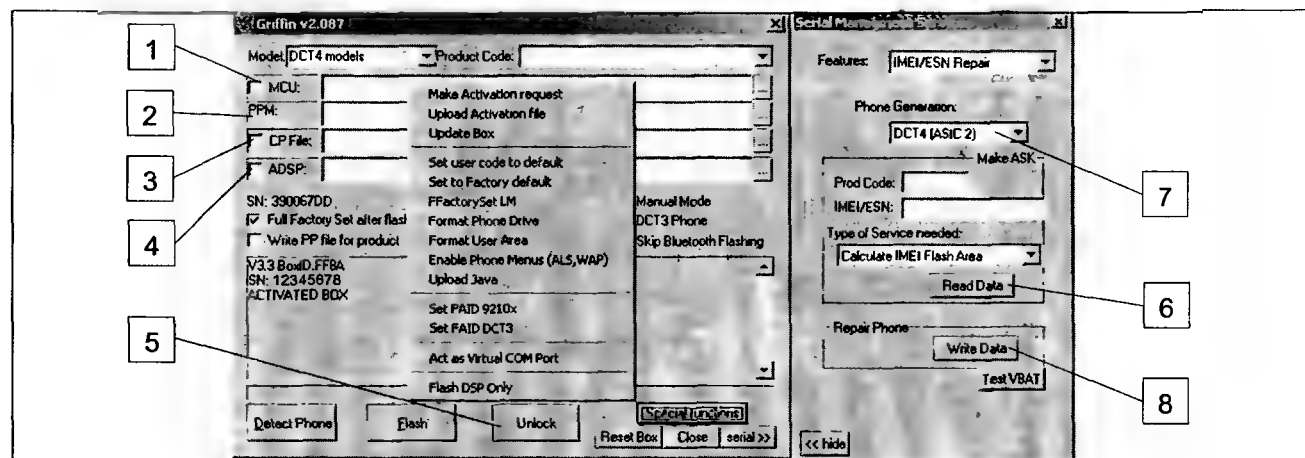

Рис. 8.12
Окно программы Griffin v2.087 показано на рис. 8.12.
- полностью перепрограммировать аппарат: менять содержимое MCU (1 на рис. 8.12), PPM (2), CONTENT (SP File (3)), а также программировать на некоторых моделях режимы DSP (ADSP (4)). При прошивке телефона следует учесть, что версия ПО языкового пакета PPM должна соответствовать версии MCU;
Окно программы Griffin (рис. 8.12) разделено на две половины: левая часть предназначена для «флеширования» телефона, а правая — для дополнительных функций. Например, одна из примечательных дополнительных функций — тестирование телефона. Допустим, если аппарат находится в состоянии CONTACT SERVICE, причину данного состояния и выявляет данная программа (DSP, проблемы с блокировкой и др.).
Для устранения подобного дефекта достаточно нажать кнопку UNLOCK (5 на рис. 8.12).
1. Подключают телефон к GRIFFIN и нажимают кнопку READ DATA (6 на рис. 8.12), но перед этим необходимо правильно выбрать версию ASIC (7) — или поколение микросхем UEM. После этого вводят оригинальный серийный номер аппарата (он нанесен на наклейке, под задней крышкой телефона). После чего программа формирует так называемый файл запроса (ASK-файл). Этот файл передают (за определенную плату — около 8 евро) ресселлеру(ам) (будем называть их так), которые пересылают его через Интернет его на головной сервер NOKIA, а в ответ получают специальный RPL-файл с исправленными контрольными суммами для этой модели аппарата. Полученный файл записывают в телефон, нажав кнопку 8 WRITE DATA. В итоге в аппарате мы получим восстановленный исходный IMEI-номер.